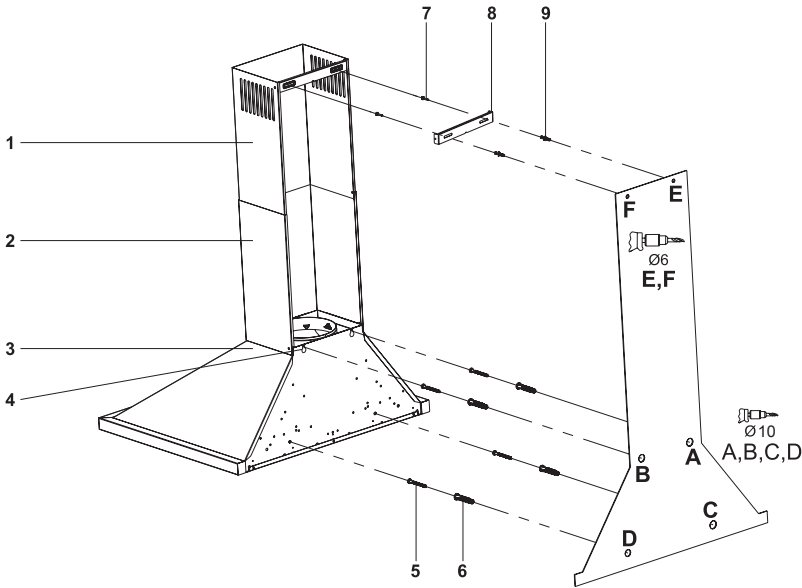

Figure 9 : Installation et pièces
- Vérifiez la distance minimale et maximale en fonction du plan de travail et percez des trous sur les points marqués A, B. (Figure 9)
- Placez les broches de 10 mm de diamètre sur les trous A et B et fixez-les y à l'aide des vis en laissant un espace de 5 mm entre la tête de vis et le mur. (Figure 9)